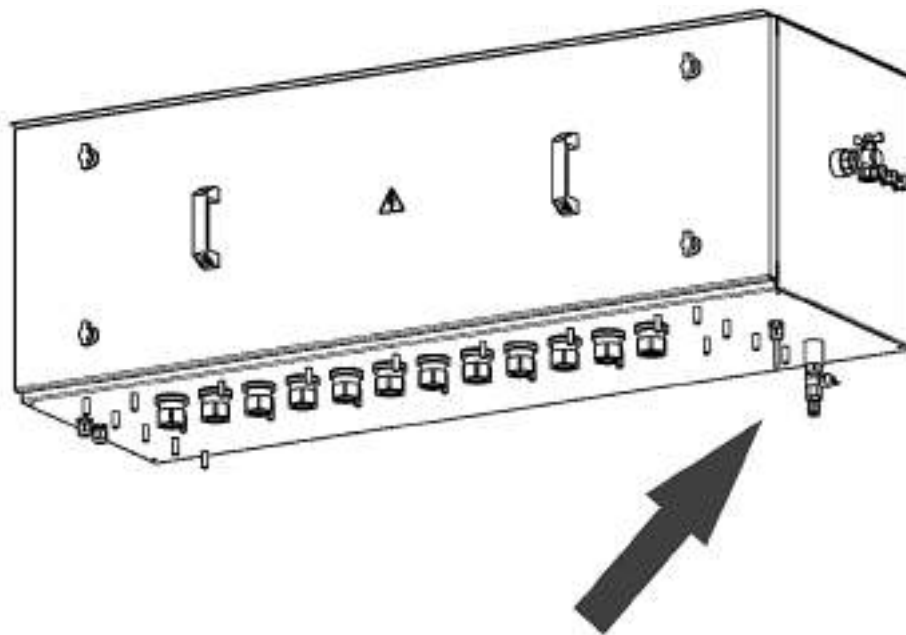

Рисунок 6
- |разместить под краном (под трубкой для теплоизолированных фильтров) ёмкость для сбора жидкости (рисунок 6);